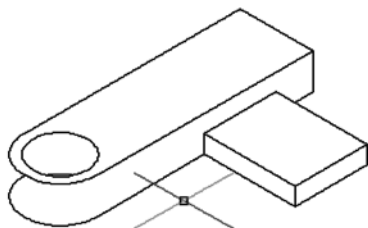

图 8-136 删除不需要的线段部分
12) 修剪图形与删除操作。选择“修改”→“修剪”菜单命令，或者单击“修剪”按钮，对图形进行修剪，将被隐藏的部分修剪掉。另外使用“删除 (ERASE)”命令将不需要的线段删除。此次修改后的图形如图 8-136 所示。